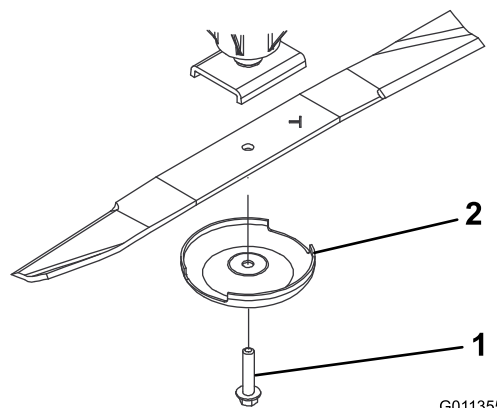

Figura 124
3. Togliete il bullone, la coppa antistrappo e la lama dall'asse del mandrino (**Figura 124**).